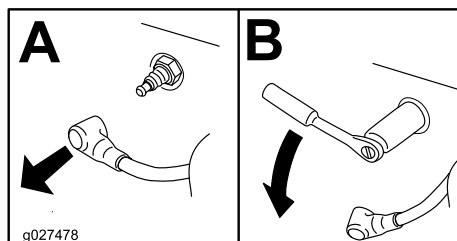

Bild 55
3. Ziehen Sie den Zündkerzenstecker ab, siehe Bild 55.